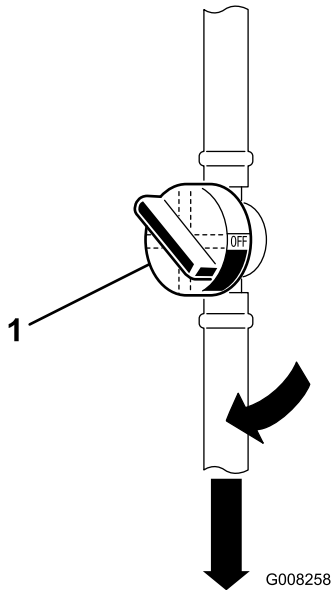

Bild 11
1. Öffnen Sie den Kraftstoffhahn der sich zwischen dem Kraftstofftank und dem Motor befindet (Bild 11).